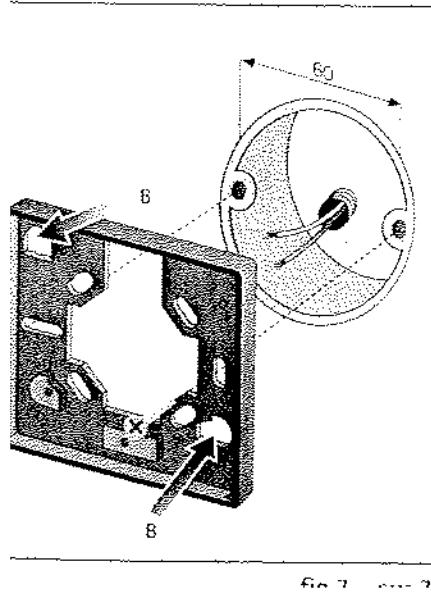

fig.7
- A) Bij installatie op ronde behuizing, interaxis 60mm, op niet perfect gladde oppervlaktes of in andere bijzondere gevallen, gebruik het accessoire "onderstel" (zie hoofdstuk "Accessoires op aanvraag"). Bevestig met twee gaatjes, m.u.v. B-B die in de thermostaat aanwezig zijn. (fig.7)
- A) En caso de instalación sobre caja redonda, con 60mm de interje, sobre superficie no perfectamente nivelada o en otros casos particulares, utilice el accesorio base inferior (véase el capítulo "Accesorios bajo pedidos"). Fíjelo mediante un par de orificios, a excepción de B-B, previstos para el termostato. (fig.7)